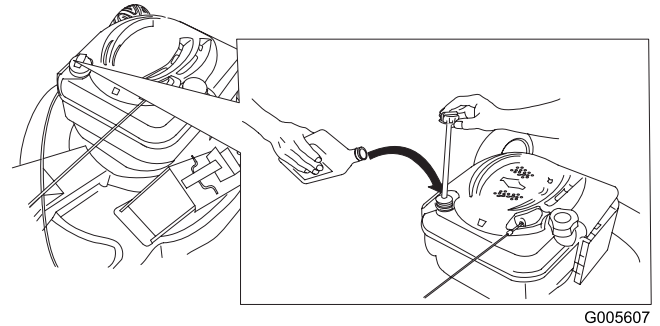

Figura 9
1. Retire la varilla (Figura 9).